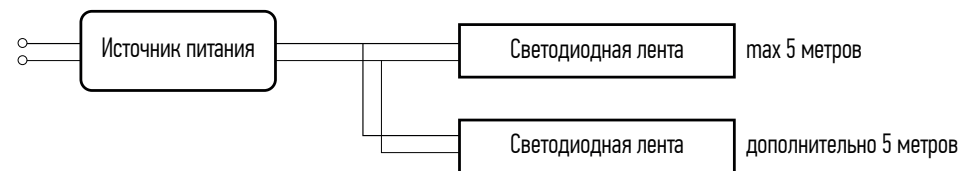

Рис.2 Параллельный монтаж PLS PRO-5
- 9.3 Не рекомендуется подключать последовательно отрезки общей длиной более 5 м. Используйте параллельный способ подключения (Рисунок 2).